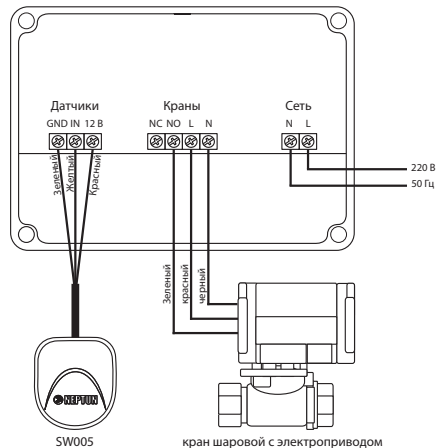

Рис.2 Схема подключения к модулю управления датчиков контроля протечки и кранов с электроприводом
2. Выполните соединение проводов в соответствии со схемой на рис. 2;
К модулю управления Neptun Base подвести фазу и ноль согласно схеме подключения (рис.2).